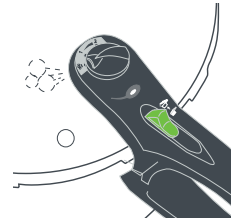

Fig.7
3. Eliminar a pressão de forma automática. Para usar a opção automática, rode a válvula de funcionamento para a posição de libertação de vapor (Fig. 7) e o vapor é libertado automaticamente. Depois de libertar totalmente o vapor e o indicador de pressão descer, siga para o **ponto número 4 desta secção**.